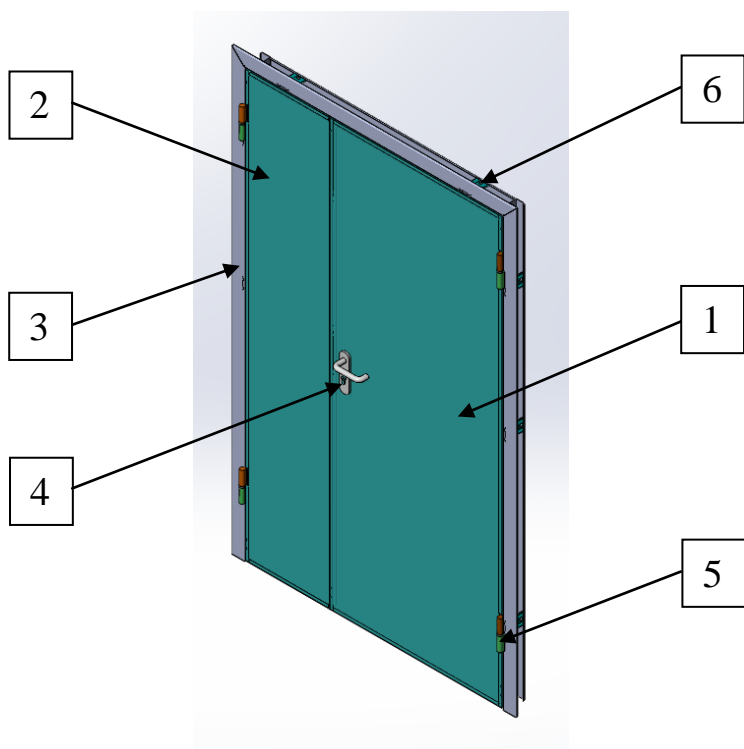
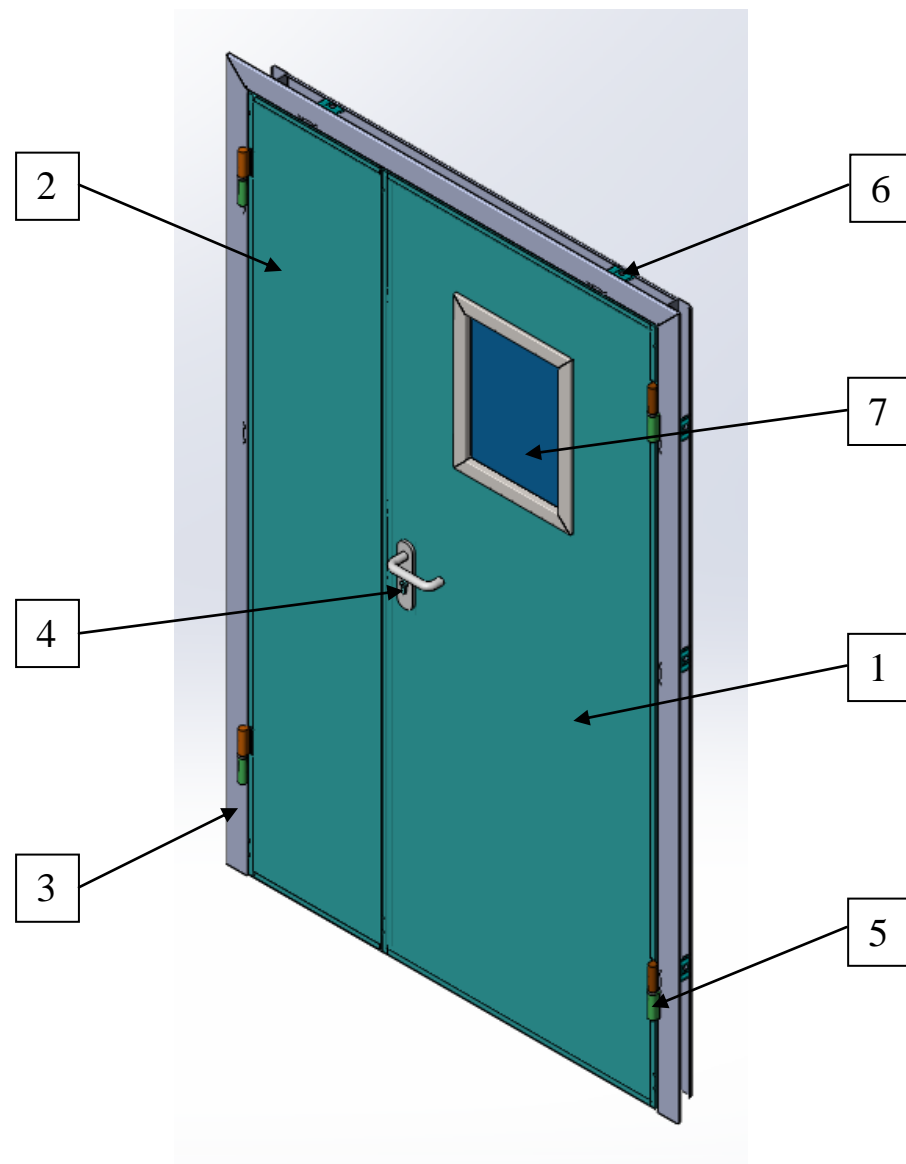

Рис. 1 - Дверь ДП2-60
Рис. 2 - Дверь ДПС2-60
- 6.1. Дверь (см. рис.1 и рис.2) имеет створку большую (1) с замком (4) и створку малую (2), дверную коробку (3), полотно двери ДПС2-60 (см. рис.2) с остеклением (7).